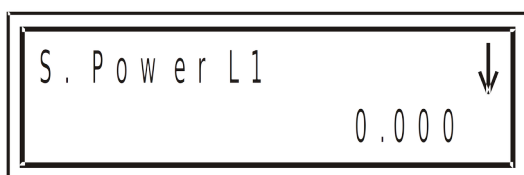

Рис. 31
2. Нажмите **Enter**, на дисплее появится экран значений полной мощности. Используйте кнопки \downarrow \uparrow , чтобы посмотреть полную мощность во всех трех фазах и суммарную полную мощность (рис. 31):